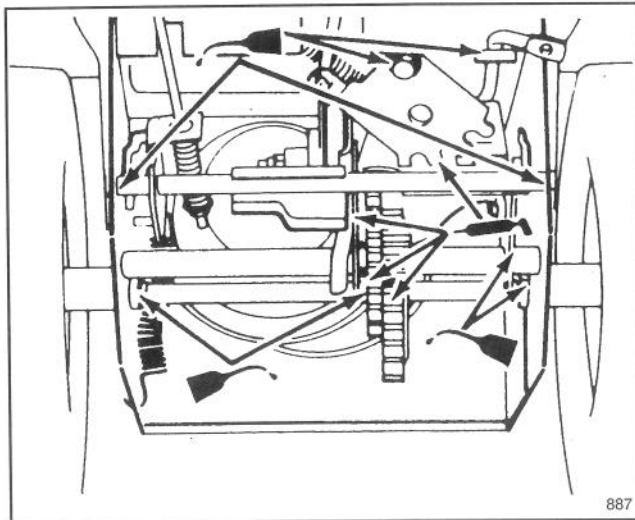

Figure 21
4. Lubrifiez légèrement la déneigeuse avec de l'huile et de la graisse légères comme illustré à la Figure 21. Essayez tout excès d'huile ou de graisse.